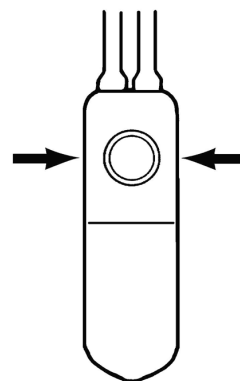

Figura 4-42. Método de aperto lateral
1. Aperte os lados da bomba de controlo adjacentes ao botão de desativação para permitir que o fluido encha a pera da bomba. **(Figura 4-42)**